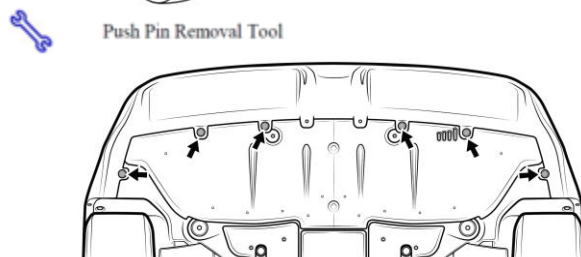

Fig. 5-2
- (d) Retirer les 2 goupilles-poussoirs (1 à gauche, 1 à droite), indiquées en rouge. (Fig. 5-2).
- (e) Retirer les 6 goupilles-poussoirs du dessous du véhicule. (Fig. 5-2)